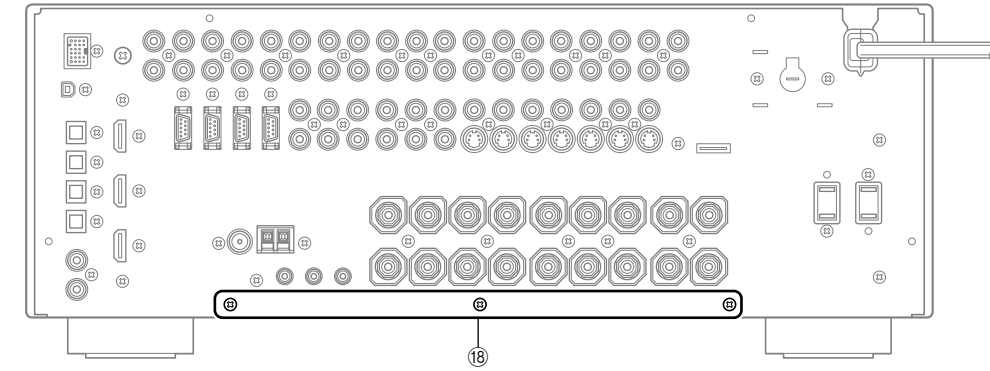

Fig. 9
- b. Remove 3 screws (18). (Fig. 9)
- b. 18のネジ3本を外します。(Fig. 9)